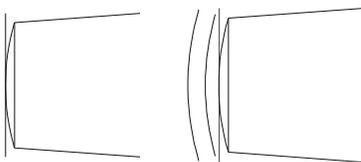

图 4-1-8
执行该命令后，其结果如图 4-1-8 所示。
- 指定偏移距离或 [通过 (T)] <45.0000>：35 // 在命令行中输入 35 即指定偏移距离
- 选择要偏移的对象或 <退出>： // 单击如图 4-1-8 所示的圆弧